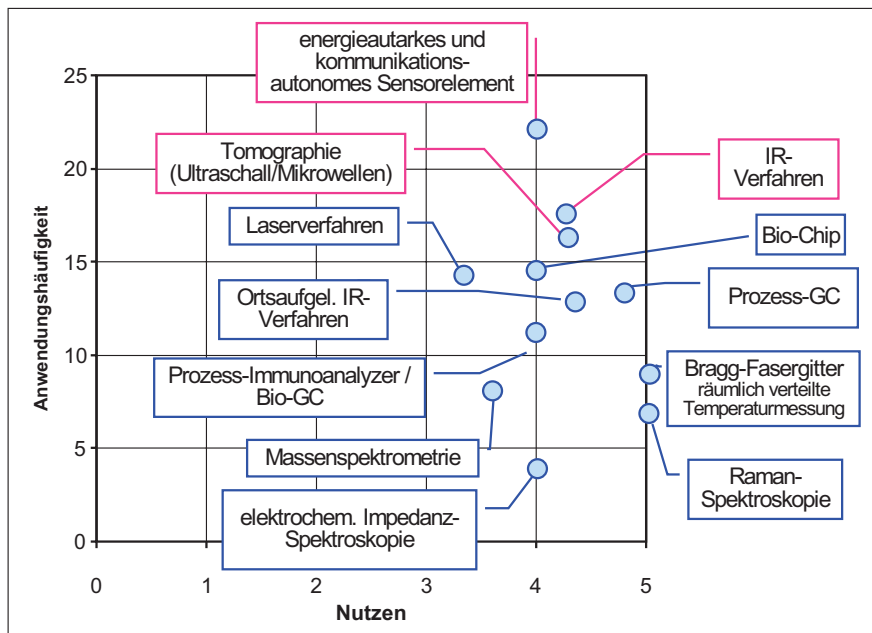

Bild 3: Ergebnisse der Technologiebewertung.
- die Ergebnisse der Technologiebewertung (Bild 3).
Aus diesen Anforderungsblättern wurde dann die Technologie-Roadmap zusammengestellt (Bild 2) und in der Wichtigkeit bewertet (Bild 3). Die drei Technologien, die mit dem höchsten Verhältnis von Anwendungshäufigkeit zu Nutzen gewertet wurden, sind rot markiert; es sind dies „energieautarkes und kommunikationsautonomes Sensorelement“, „Infrarot-Verfahren“ und „Tomographie im Prozess mit Ultraschall oder Mikrowellen“.